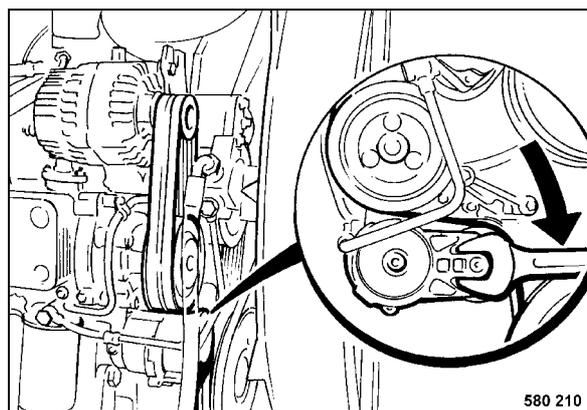

Рис. 160
- Нажимать натяжной ролик (Рис. 160) в направлении стрелки, пока поликлиновой ремень не станет свободным.